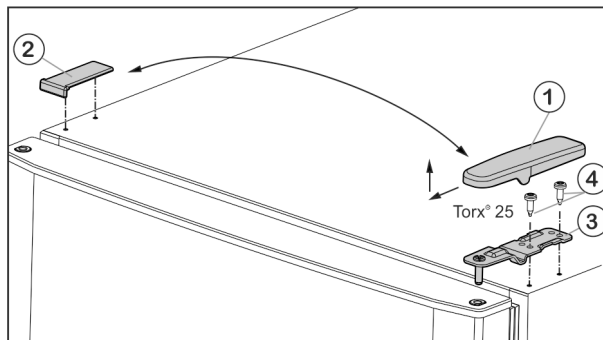

Fig. 6
- ▶ Потяните крышку Fig. 6 (1) вперед и вверх.
- ▶ Снимите крышку Fig. 6 (2).
- ▶ Открутите верхний опорный кронштейн Fig. 6 (3) (2 шт. Torx® 25) Fig. 6 (4) и поднимите вверх.
- ▶ Установите верхний опорный кронштейн Fig. 6 (3) на новую сторону шарнира и защелкните в дверце.
- ▶ Привинтите верхний опорный кронштейн **(с моментом 4 Нм)** (2 шт. Torx® 25) Fig. 6 (4). При необходимости используйте аккумуляторный шурупверт.
- ▶ Наденьте и защелкните крышку Fig. 6 (1) на противоположной стороне снаружи.
- ▶ Также наденьте сверху и защелкните крышку Fig. 6 (2) на противоположной стороне.